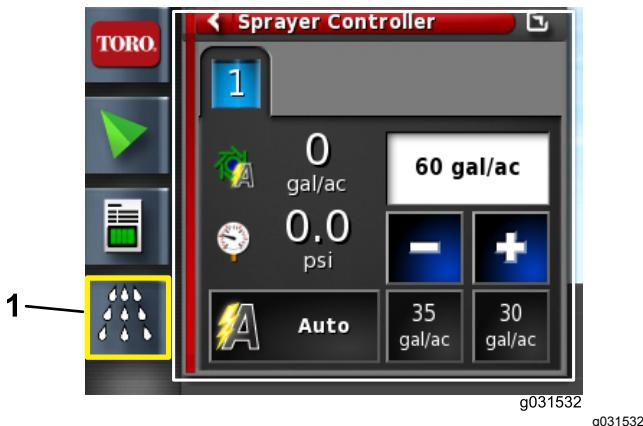

Figura 66
2. Abra el ícono del controlador del fumigador (Figura 66).